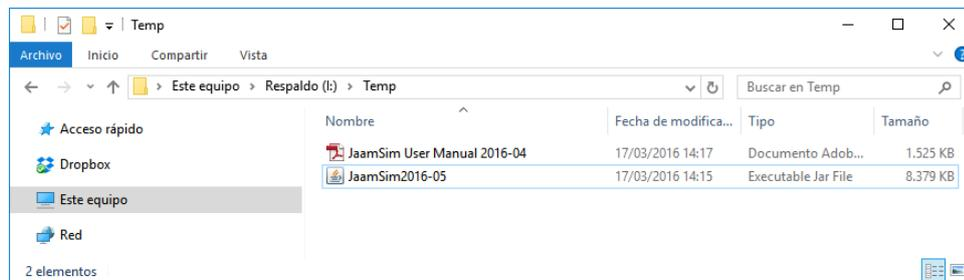

Imagen 2. La taza de café como icono de JaamSim
- Al ejecutar JaamSim no sucede nada y no aparece el icono de JAVA junto al nombre del programa como en la Imagen 2. La causa es que falta instalar la máquina virtual en el ordenador para lo que se puede seguir las instrucciones de <https://www.java.com/es/download/>. También se puede utilizar OpenJDK en Linux.